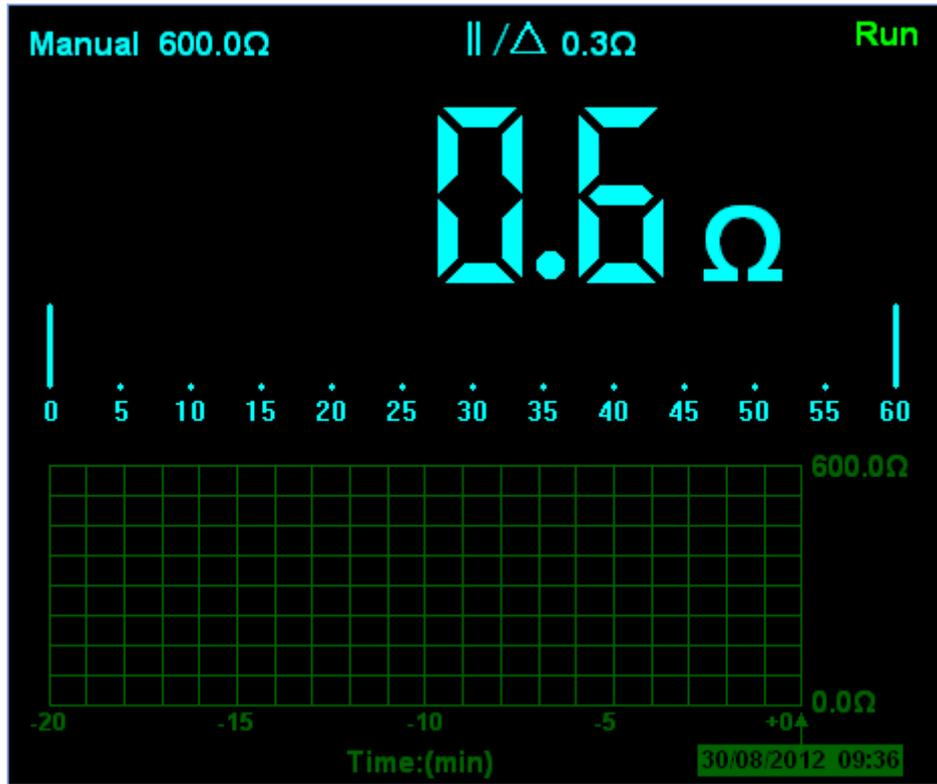

图2-21
- 点击  键，进入相对测量状态，屏幕上方显示||/ $\Delta$ ，并在||/ $\Delta$ 旁边显示基准值（如图2-21）。